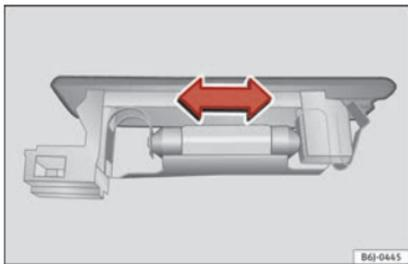

Fig. 206 Luce del bagagliaio.
- Premere lateralmente la lampada ed estrarla dalla sede »» fig. 206.